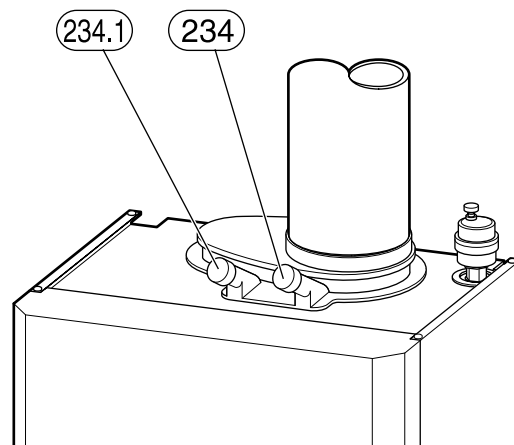

Рисунок 47.
- ▶ Вынуть заглушку из патрубка точки замера необходимого для горения воздуха (234.1), см. рис. 47.
- ▶ Вынуть заглушку из патрубка точки замера дымовых газов (234), см. рис. 47.